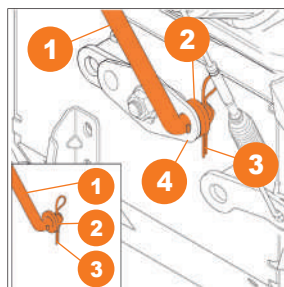

Рис. 7
- Присоедините штангу рычага выбора передач **1** к кронштейну привода **4** подметальной машины и зафиксируйте ее шплинтом **3** за шайбой **2** (Рис.7).